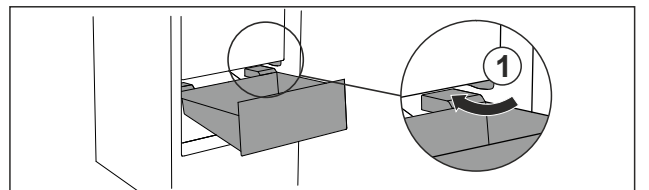

Fig. 72
- ▶ Lade schuin rond de stoppers Fig. 72 (1) leiden.